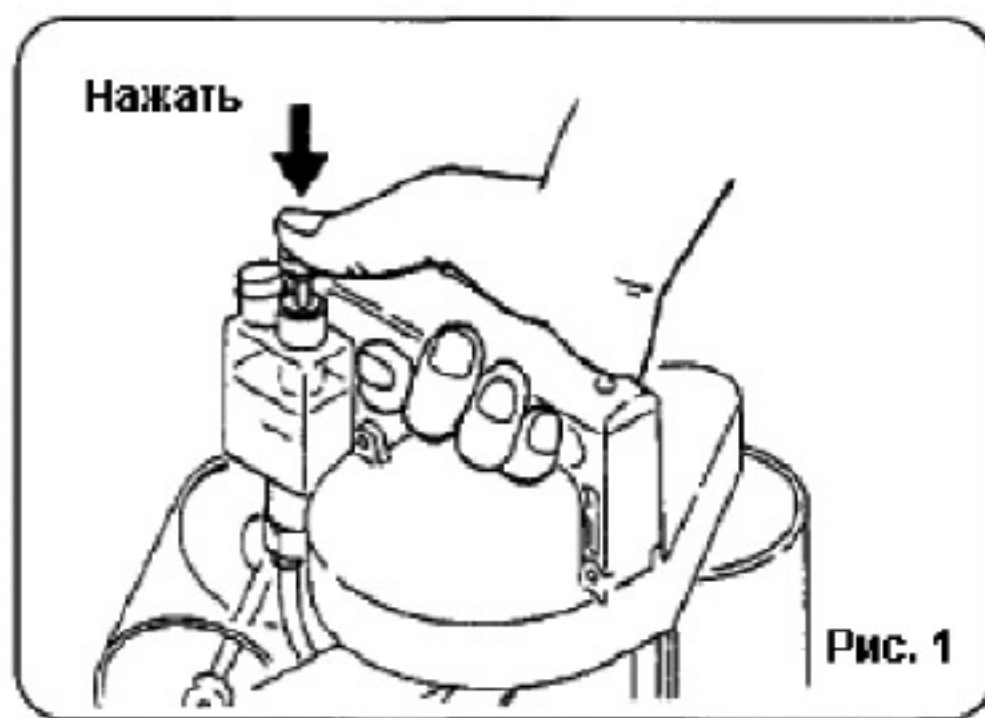

Рис. 1
- Смажьте машину, как показано на рис. 1.
### 3.1. Смазка (рис. 1).